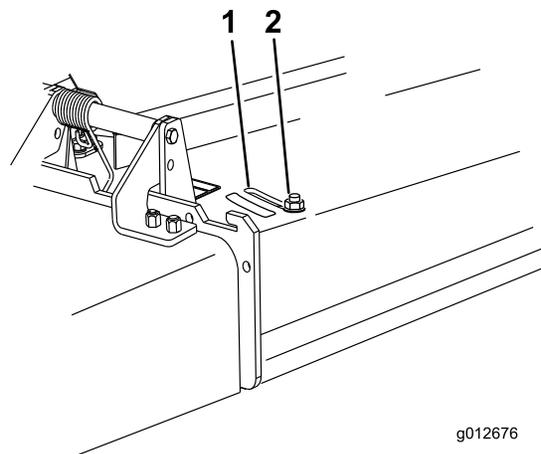

Figure 19
- Pour régler le déflecteur, desserrez l'écrou (Figure 19).